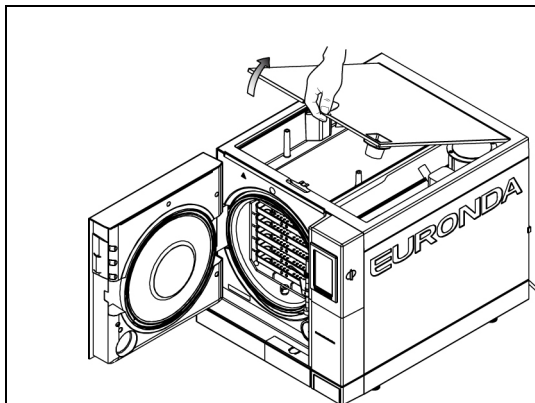
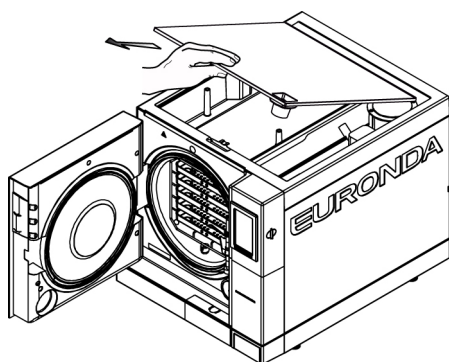

Abb. 9.2-5
Abb. 9.2-6
- Den Decke auf 45°heben (Abb. 9.2-5) und an sich ziehen (Abb. 9.2-6).